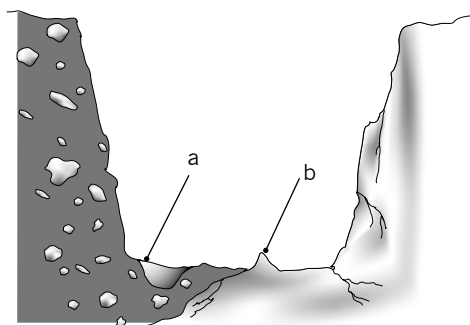

Figur 1d
11. Montera den medföljande märkskylten J på insidan av PE-halsen (figur 1d).